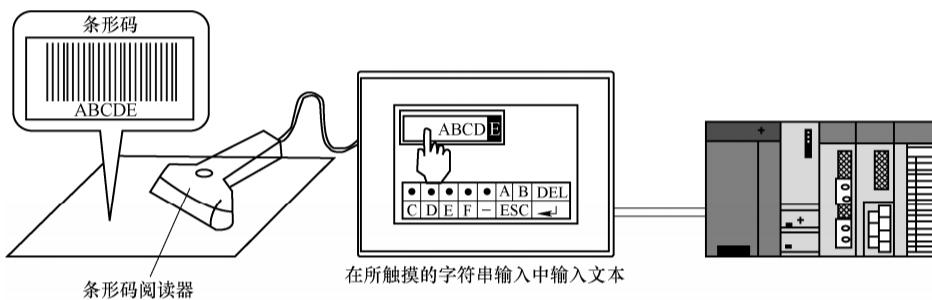

图 1-5-64 阅读器字符串输入示意
② 通过条形码阅读器或 RFID 输入数值，如图 1-5-64 所示。